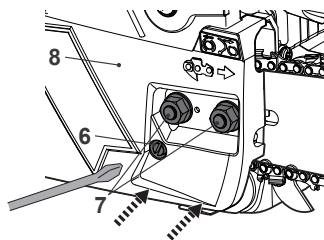

Fig. 8
- > Remettez le couvercle [8] en place et serrez légèrement les écrous [7] (Fig. 8). Assurez-vous que la goupille de tension [6a] est bien insérée dans le trou inférieur du guide-chaîne (Fig. 8).